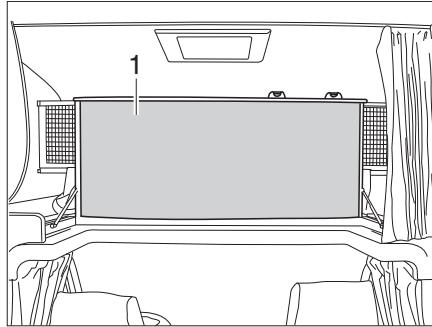

Fig. 150 Cama de alcoba, plegada hacia arriba
- Plegar hacia arriba la cama de alcoba (Fig. 150,1) delante. La cama de alcoba se mantiene en la posición superior mediante resortes por presión de gas.